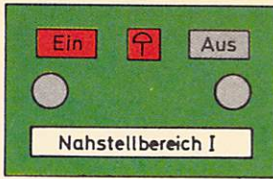

Bild 35
- (2) Ein Nahstellbereich mit eigener Anschaltung ist ein vom Stellwerk abtrennbarer Rangierbezirk mit eigenen Anschaltgruppen, in dem mit oder ohne Rangierstraßen rangiert werden kann. Die Sperrsignale können selbsttätig mit dem Einschalten des Nahstellbetriebes oder durch Einzelbedienung vom Stellwerk oder von der Nahbedienungsstelle aus auf Kennlicht geschaltet werden (vgl. § 6 Abs 7).
- (3) a) Im Nahstellbereich ohne eigene Anschaltung wird nur frei (d. h. ohne Rangierstraßen) rangiert. Mit dem Einschalten des Nahstellbetriebes werden die Sperrsignale auf Kennlicht und die Haupt/Sperrsignale auf Sh 1 geschaltet (ausgenommen die Signale nach Abs. 1c).
- b) Im Stellwerk und in der Nahbedienungsstelle sind zusätzlich Tastensperrmelder angeordnet. Werden im Stellwerk Tasten bedient, sind Tastenbedienungen in der Nahbedienungsstelle unwirksam; der Tastensperrmelder leuchtet rot. Werden in der Nahbedienungsstelle Tasten bedient, sind Tastenbedienungen im Stellwerk unwirksam; der Tastensperrmelder leuchtet rot (vgl. Bild 35).